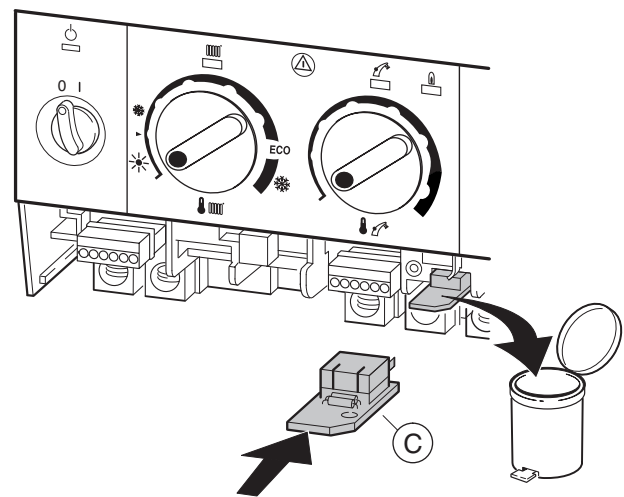

Fig. 39
- ▶ Sostituire gli ugelli (29).
- ▶ Rimontare la rampa ugelli utilizzando una nuova guarnizione (A).
- ▶ Cambiare la chiave di codifica alla Heatronic (Fig. 39).